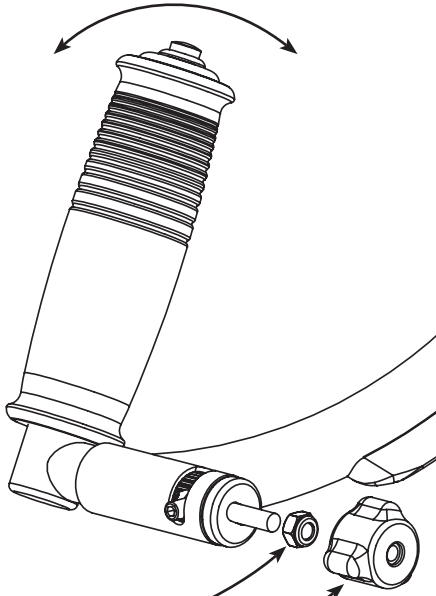

Fig. FS-18
Paso 1: Retire la perilla de mariposa y afloje la tuerca autoblocante en el sentido anti-horario para permitir el libre movimiento de mango (Ver Fig. FS-18).